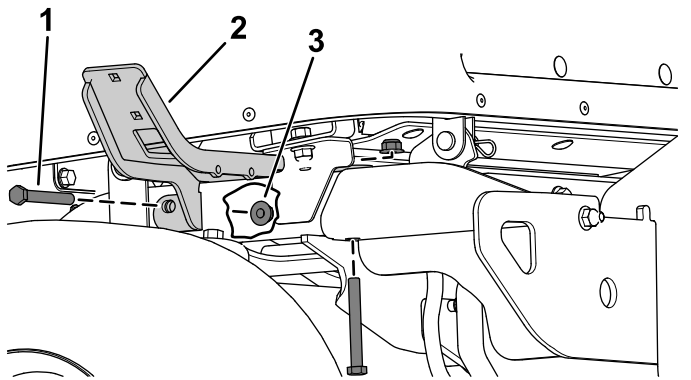

Figure 23
2. Fixez les supports gauche et droit aux tubes arrière du cadre à l'aide de 2 boulons à tête hexagonale ($\frac{3}{8}$ x 3 po) et 2 contre-écrous ($\frac{3}{8}$ po) de chaque côté (Figure 23).